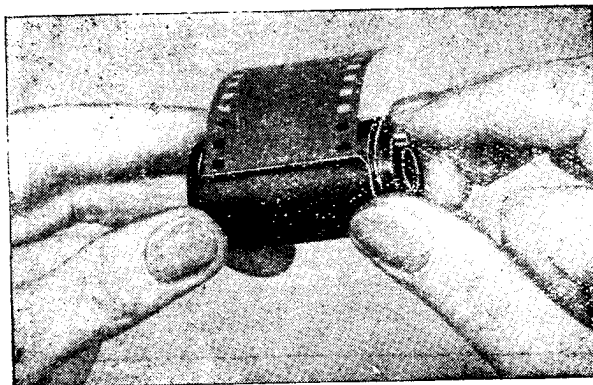

Рис. 12.
6. Поворотом внутреннего цилиндра против часовой стрелки (держа кассету головкой вправо) закрыть кассету, поворачивая донышко до защелкивания замка кассеты (рис. 12).